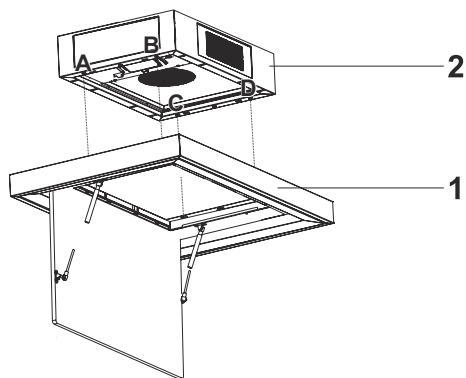

Abb. 13
3. Auf der Motorkabine befinden sich 4 Schrauben an den Punkten A,B,C,D für die Plattenmontage (Abb. 13).
Montieren Sie die Plattengruppe an die vier Schrauben (Abb. 13).